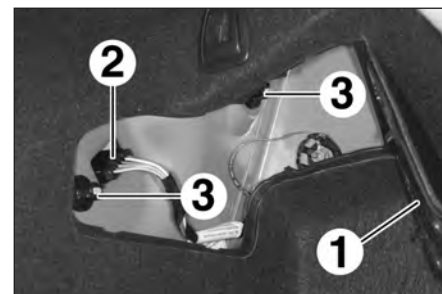

FIG.130
- Dégrafer la trappe (1) sur la garniture intérieure de coffre (Fig.130).
- Débrancher le connecteur (2).
- les 2 écrous (3),